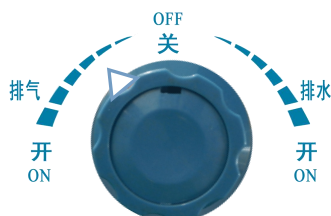

图 18
① 为确保灭菌器内温度的均匀性，需开启下排气阀，旋至微量排气状态（见图 18）